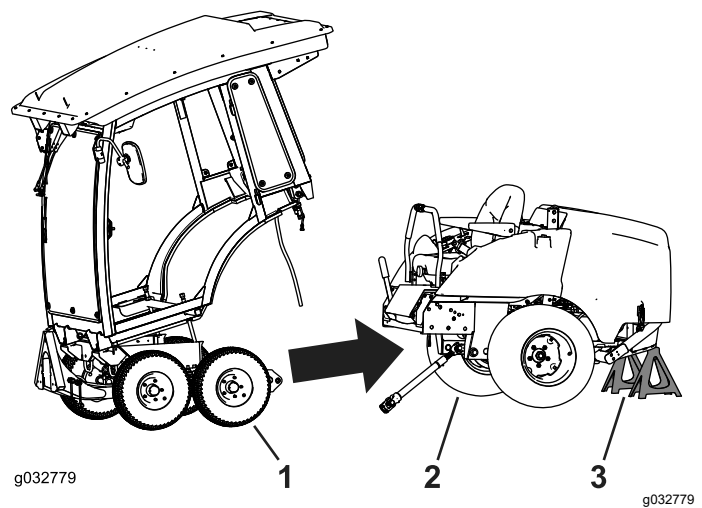

Bild 68
1. Fluchten Sie den Winterrahmen im Maschinenrahmen aus und rollen ihn zurück (**Bild 68**).
3. Stützen Sie die Maschine mit Achsständern ab (**Bild 68**).